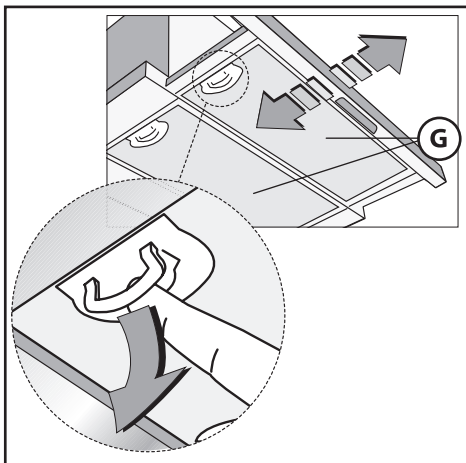
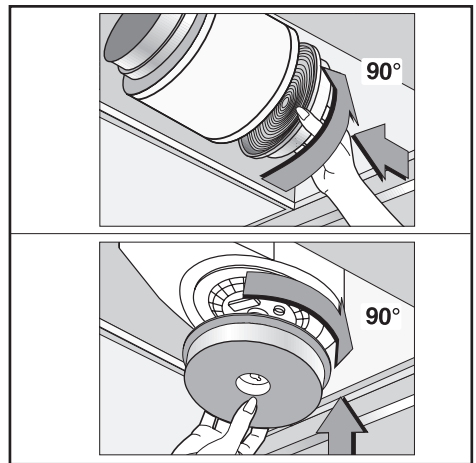

Fig.4
Fig.5
• Der Mindestabstand zwischen der Stellfläche für die Kochbehälter auf der Kochvorrichtung und dem unteren Teil der Abzugshaube muss mindestens **65 cm** betragen. Falls ein Verbindungsrohr verwendet wird, das aus zwei oder mehr Teilen zusammengesetzt ist, muss der obere Teil über den unteren gestülpt werden. Auf keinen Fall darf das Abluftrohr der Küchenhaube an ein Rohr angeschlossen werden, in dem Warmluft zirkuliert oder das zur Entlüftung von Geräten verwendet wird, die an eine andere Energiequelle als an Strom angeschlossen sind. Vor der Durchführung der Montagevorgänge, den/die Fettfilter entfernen, damit sich das Gerät leichter handhaben lässt (Abb.4).
Um die Abzugshaube von Abluftbetrieb auf Umluftbetrieb umzustellen, wenden Sie Sich für den Kauf der benötigten Aktivkohlefilter bitte an Ihren Fachhändler. Die Filter müssen in die Luftansaugung im Innern der Abzugshaube eingebaut werden indem man sie mit der Luftansaugöffnung zentriert einsetzt und um 90° bis zum Einrasten dreht (Abb.5). Um diesen Arbeitsgang durchführen zu können muß das Gitter **G** (Abb.4) abgenommen werden. Die Luft wird über ein Verbindungsrohr, das durch das Möbel nach oben führt und am Anschlußring **H** (Abb.3B) befestigt wird, wieder in den Raum zurückgeführt.